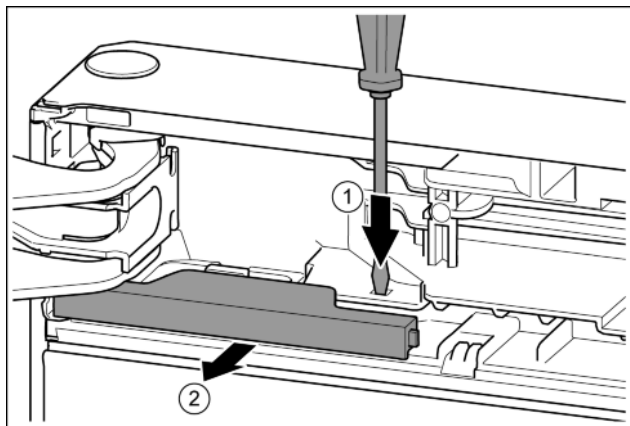

Fig. 10
- ▶ Нажать накладку шлицевой отверткой. *Fig. 10 (1)*
- ▶ Вынуть крышку из зацепления. *Fig. 10 (2)*